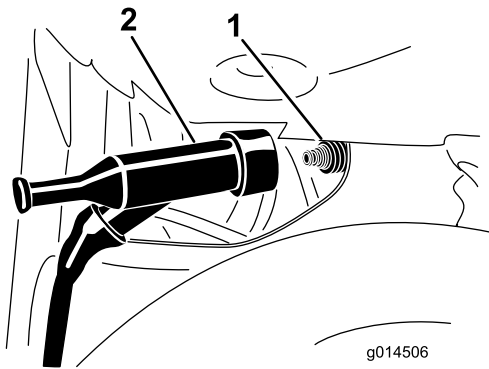

Bild 37
2. Ziehen Sie den Zündkerzenstecker vom Anschluss der Zündkerze (Bild 37).
4. Drücken Sie den Zündkerzenstecker auf den Anschluss der Zündkerze (Bild 37).